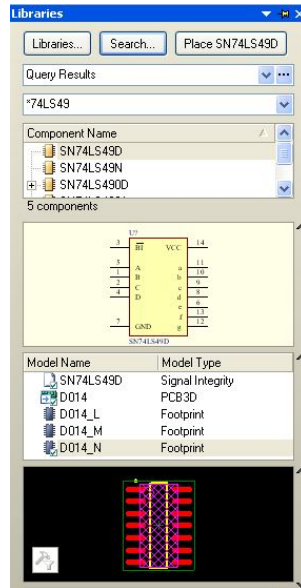

图 7-5 搜索结果
(5) 单击 Search 按钮开始查找。搜索启动后，搜索结果如图 7-5 所示。